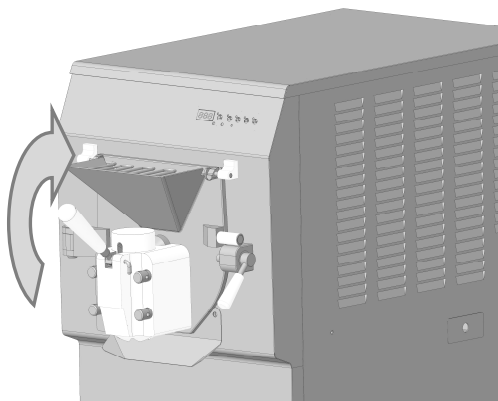

Fig.1
- Vérifier que le distributeur de la porte soit correctement assemblé et en position de fermeture (Fig.1).